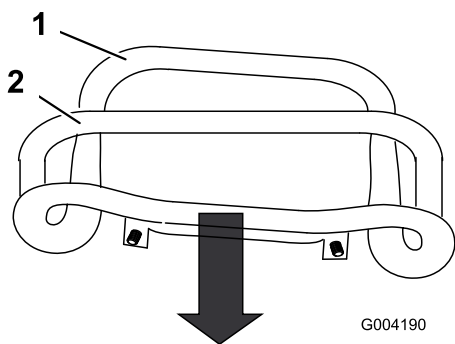

Figura 48
3. Trageți spre înapoi comanda traciunii, astfel încât partea din față a comenzii să intre în contact cu bara de referință (Figura 48).